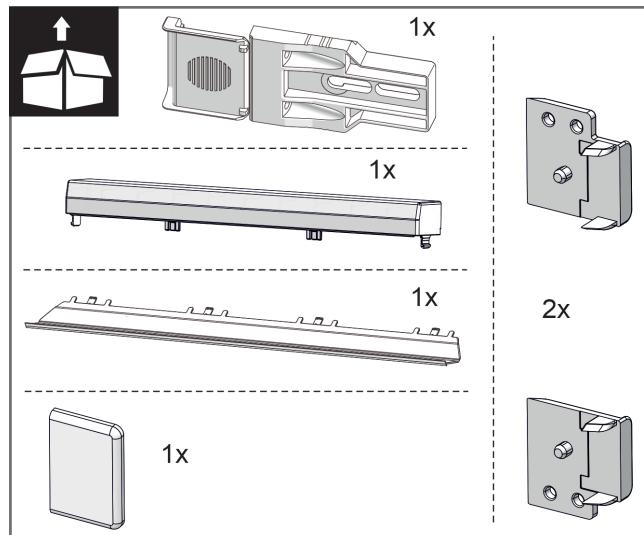
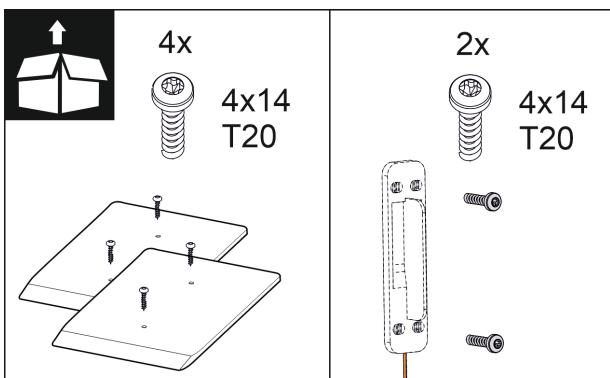

Fig. 10
Fig. 16
- Fig. 10 () do Fig. 16 ()
Deli za montažo v priloženem paketu Fig. 10 () do Fig. 16 ()